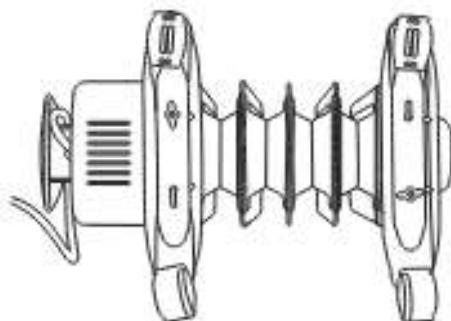

Рис. 4
- Соединить одну из опорных ножек (2) с двумя роликами (1).
- Закрепить гайками (3).
- Перевернуть обогреватель нижней частью кверху, как показано на Рис. 4.
- Продеть металлический держатель (4) через фиксатор.
- Прикрепить опорную ножку с колесиками посредством металлического держателя (4) и винтов (5) к нагревателю.